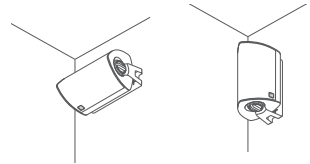

Figura 1
- Los altavoces AW deben colocarse lo más cerca posible de la zona de escucha. Los altavoces pueden orientarse horizontal o verticalmente (ver figura 1).